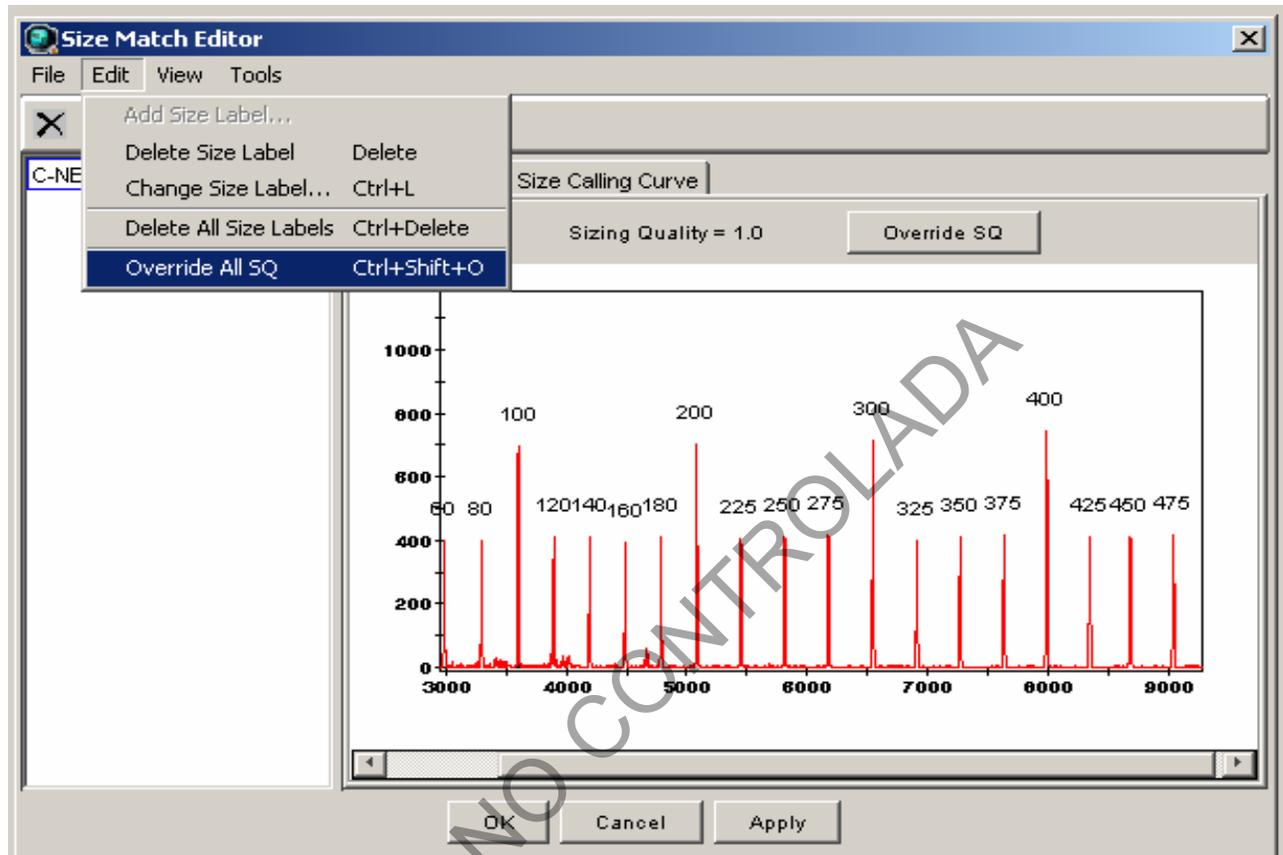

Figura 48. Revisión de marcador interno.
7.17.14 Seleccione el icono  del programa GeneMapper, se desplegará una pantalla igual a la de la figura 48 (**Size Match Editor**)
7.17.15 Se desplegará una ventana donde se observará la migración de los picos correspondientes a los diferentes fragmentos de los que está compuesto el marcador interno. Cada uno de estos picos tiene asignado un peso molecular (número). Un ejemplo de la asignación del peso molecular para cada pico se muestra en la figura 48. Si no se obtiene el orden de esta asignación de un clic derecho sobre el pico que no tiene la asignación del peso molecular correcto. Se desplegará una pantalla con todos los pesos moleculares (tamaños del marcador interno). Ver Anexo 2 para orden los marcadores internos respectivos.